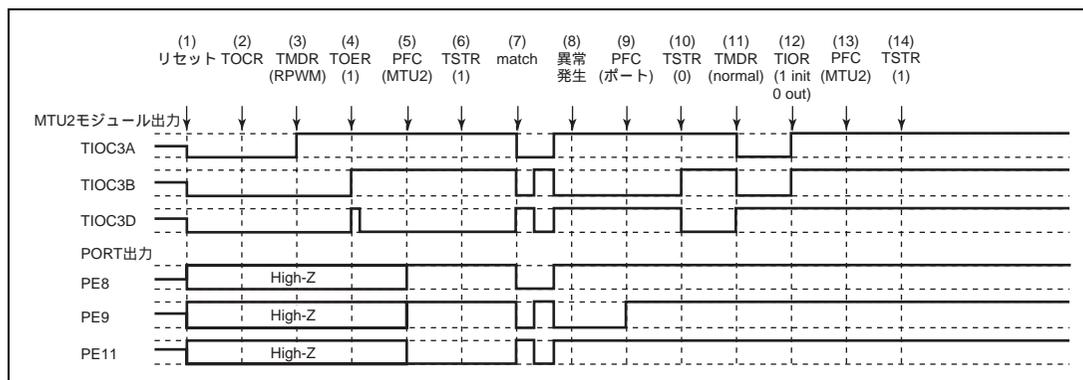

図 10.162 リセット同期 PWM モードで異常が発生し、ノーマルモードで復帰する場合
(1) ~ (10) は図 10.162 と共通です。
(11) PWM モード 1 を設定してください (MTU2 出力は正相側がローレベル、逆相側がハイレベルとなります)。
(12) TIOR で端子を初期化してください (PWM モード 1 では TIOC*B 側は初期化されません)。
(13) PFC で MTU2 出力としてください。
(14) TSTR で再スタートします。
(28) リセット同期 PWM モードで動作中に異常が発生し、相補 PWM モードで再スタートする場合の動作
- (1) ~ (10) は図 10.162 と共通です。
- (11) TOER でチャンネル 3、4 の出力を禁止してください。
- (12) TOCR で相補 PWM の出力レベルと周期出力の許可禁止を選択してください。
- (13) 相補 PWM を設定します (MTU2 の周期出力端子はローレベルになります)。
- (14) TOER でチャンネル 3、4 の出力を許可してください。
- (15) PFC で MTU2 出力としてください。
- (16) TSTR で再スタートします。
(29) リセット同期 PWM モードで動作中に異常が発生し、リセット同期 PWM モードで再スタートする場合の動作
- (11) PFC で MTU2 出力としてください。
- (12) TSTR で再スタートします。
- (13) コンペアマッチの発生によりリセット同期 PWM 波形を出力します。